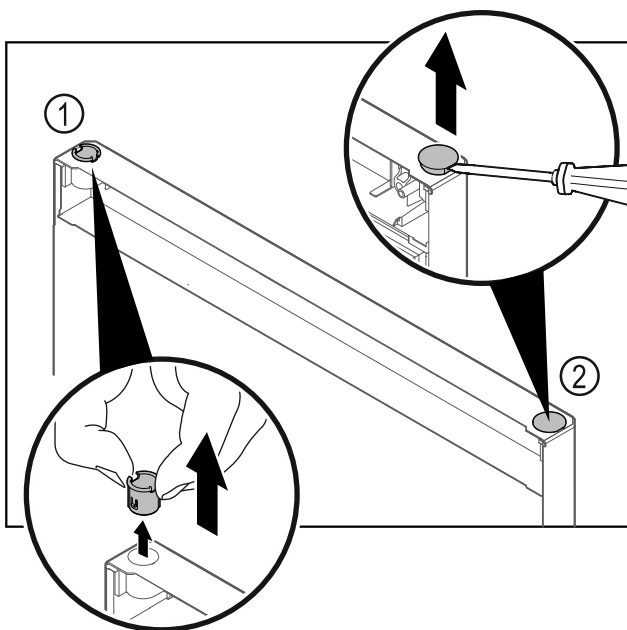

Fig. 19
- Dra ut gångjärnsbussningen Fig. 19 (1) med fingrarna.
- Lyft försiktigt upp pluggen Fig. 19 (2) med en spårskruvmejsel och dra ut den.